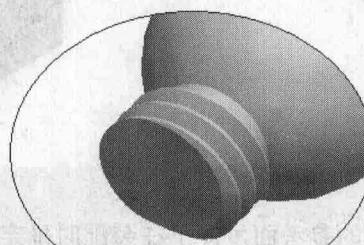

图1-17
- 选取上一步合并后的面组，在键盘上按 **Ctrl + C** 组合键，在菜单栏中选择【编辑】/【选择性粘贴】命令，弹出【选择性粘贴】操作面板。选择基准平面 right 作为方向参照，输入移动尺寸为“-2.5”，展开【选项】菜单，取消勾选【隐藏原始几何】选项，然后单击  按钮移动面组，如图 1-17 所示。